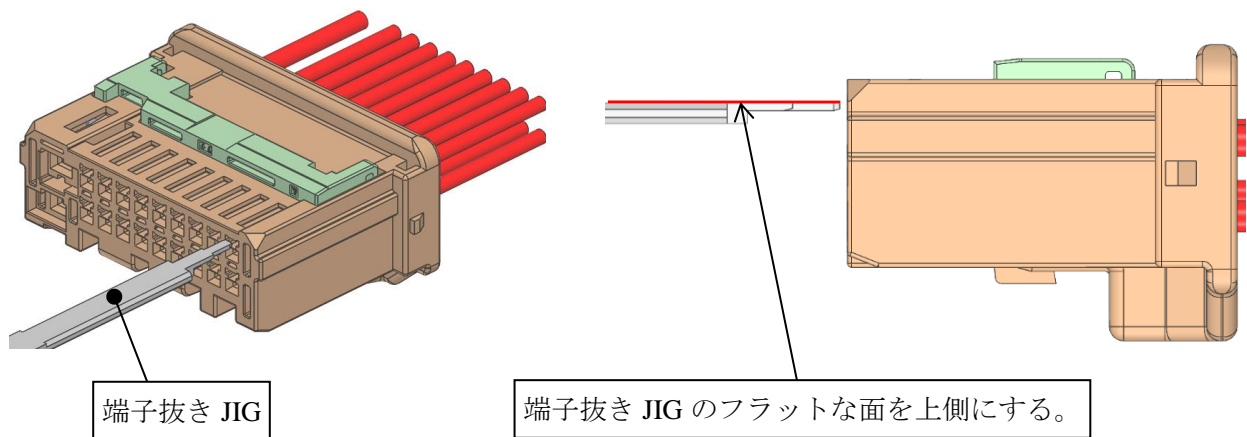

図 31.メスハウジングと端子抜き JIG 方向
- ①メスハウジングに装着されているリテーナが解除されていることを確認して下さい。
- ②引き抜こうとするメス端子の電線を持ってメス端子を軽く奥に押し込み、その状態で表 4 記載の端子抜き JIG をメスハウジングの端子抜き JIG 挿入穴に挿入して下さい。(図 31・32 参照)